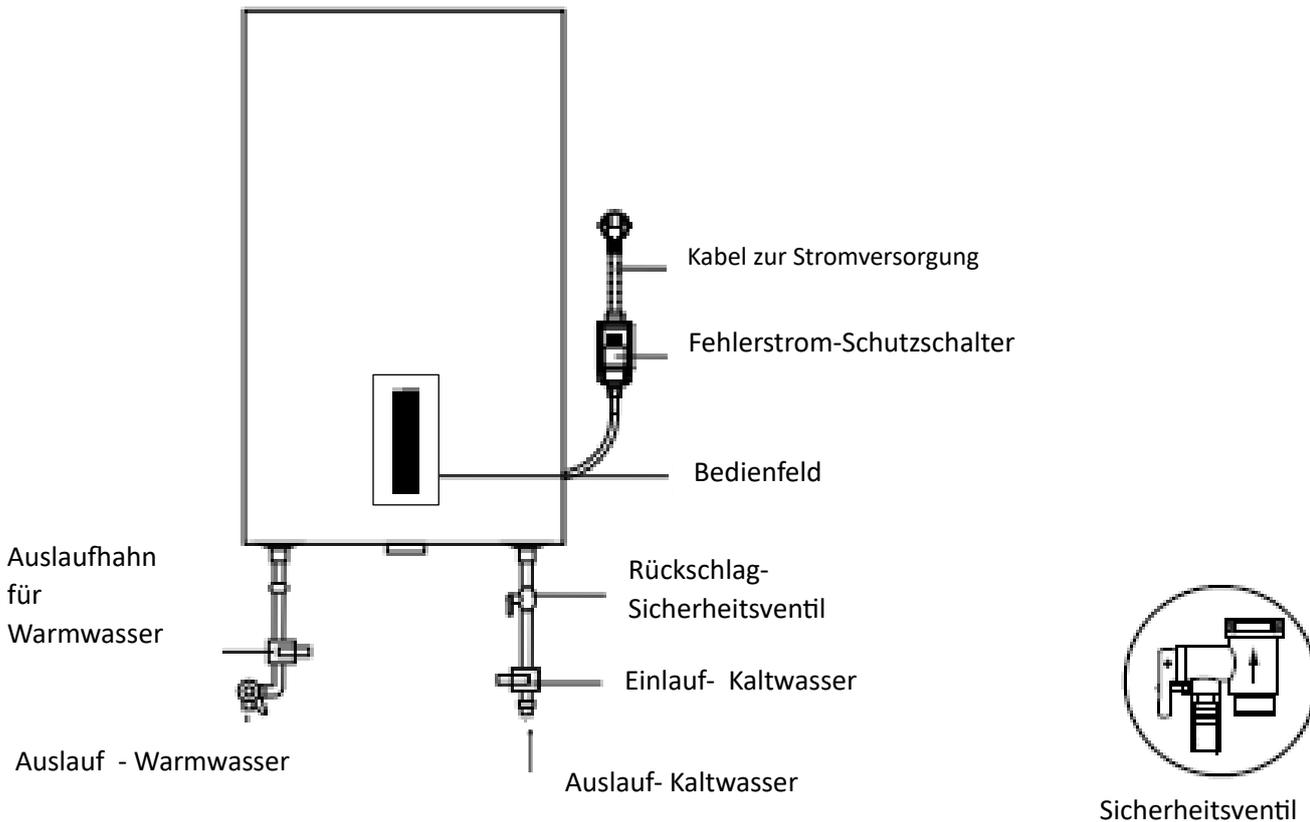

Abb. 1
- Am Kaltwassereinlass muss ein Sicherheits-Rückschlagventil installiert werden (siehe Abb. 1).
## Muffe ein T-Stück mit Ventil vorgesehen werden (Abb.1 Pos. 5)